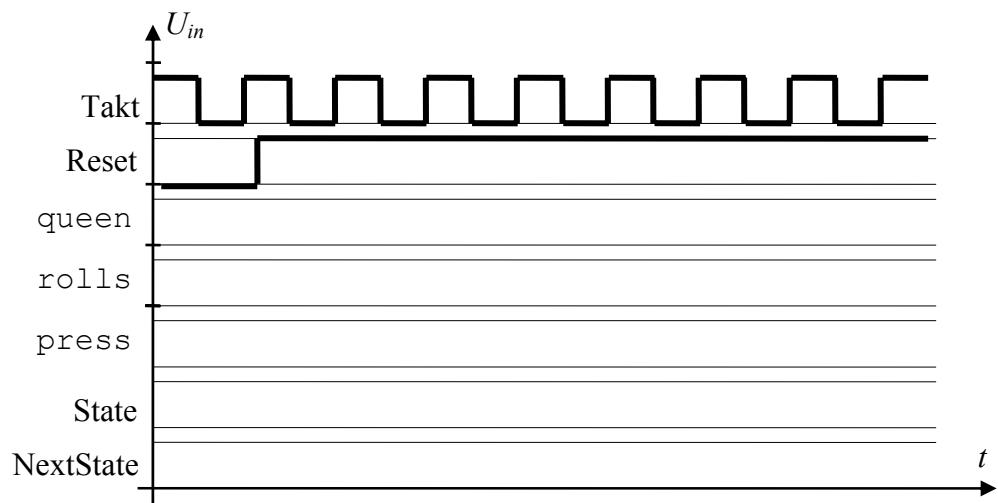

Abbildung 4.1
- (e) Tragen Sie den Ablauf der Zustände (State plus zugehöriger Next-State) in Abbildung 4.1 ein! Ergänzen Sie weiters den Zeitverlauf von queen, rolls und press !